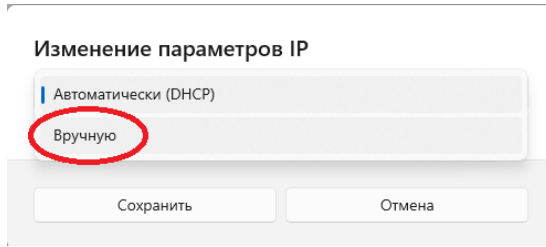

Рис. 1.5. Окно «Изменение параметров IP»
- В появившемся окне выбрать «Вручную» (Рис. 1.5).